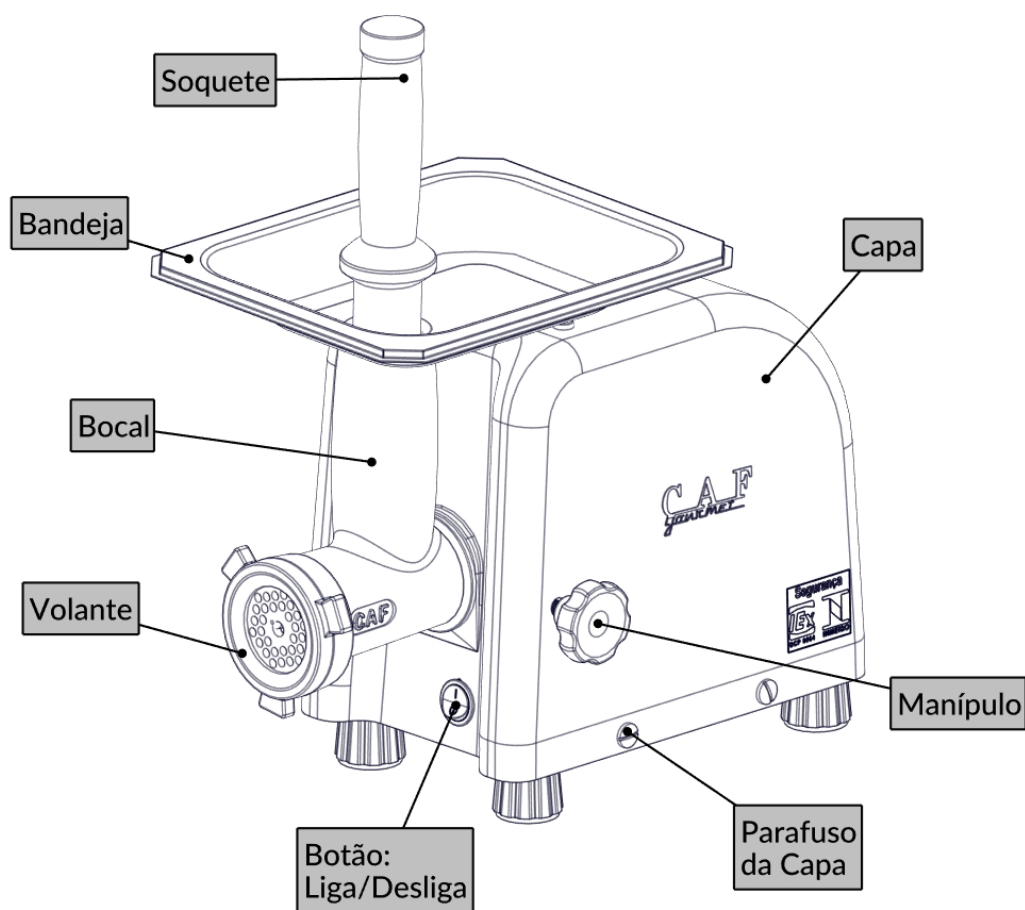

FIG. 1
3. Posicione a bandeja corretamente no bocal (FIG. 1);
4. Aperte o botão liga/desliga (FIG. 1).
1. Com a máquina devidamente montada, higienizada e energizada, verifique se o manípulo (FIG. 1) está apertado, para evitar que o bocal se solte durante a aplicação;
2. Coloque a carne a ser processada na bandeja (FIG. 1) em pedaços cortados com tamanho máximo de 35x35mm;
3. Aperte o botão liga/desliga (FIG. 1) para realizar o acionamento da máquina;
4. Com a ajuda do soquete (FIG. 1) empurre a carne para que seja completamente processada;